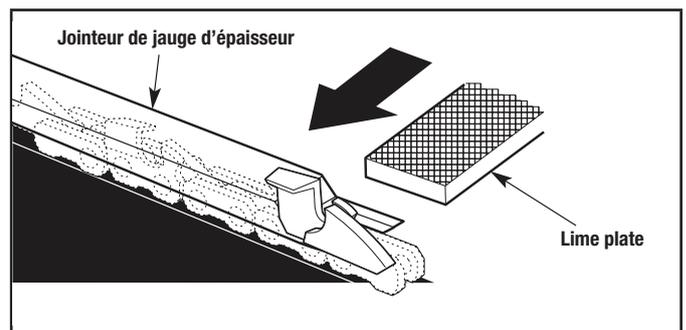

Figure 35
3. Utilisez un outil de jauge d'épaisseur (non fourni) pour mesurer le jeu de la jauge d'épaisseur (Fig. 35) de chaque gouge. Le jeu de la jauge d'épaisseur doit être maintenu à 0,635 mm (0,025 po). Le jeu de la jauge d'épaisseur détermine la profondeur à laquelle la gouge pénètre dans le bois pendant le fonctionnement et la taille des copeaux de bois produits. Un jeu trop important augmente les risques de rebond. Un dégagement trop faible diminue la taille des copeaux de bois, ce qui réduit la capacité de coupe.
- 3a. Utilisez un jointeur de jauge d'épaisseur de 0,635 mm (0,025 po) et une lime plate (outils non fournis) pour abaisser l'épaisseur jusqu'au dégagement correct (Fig. 35).